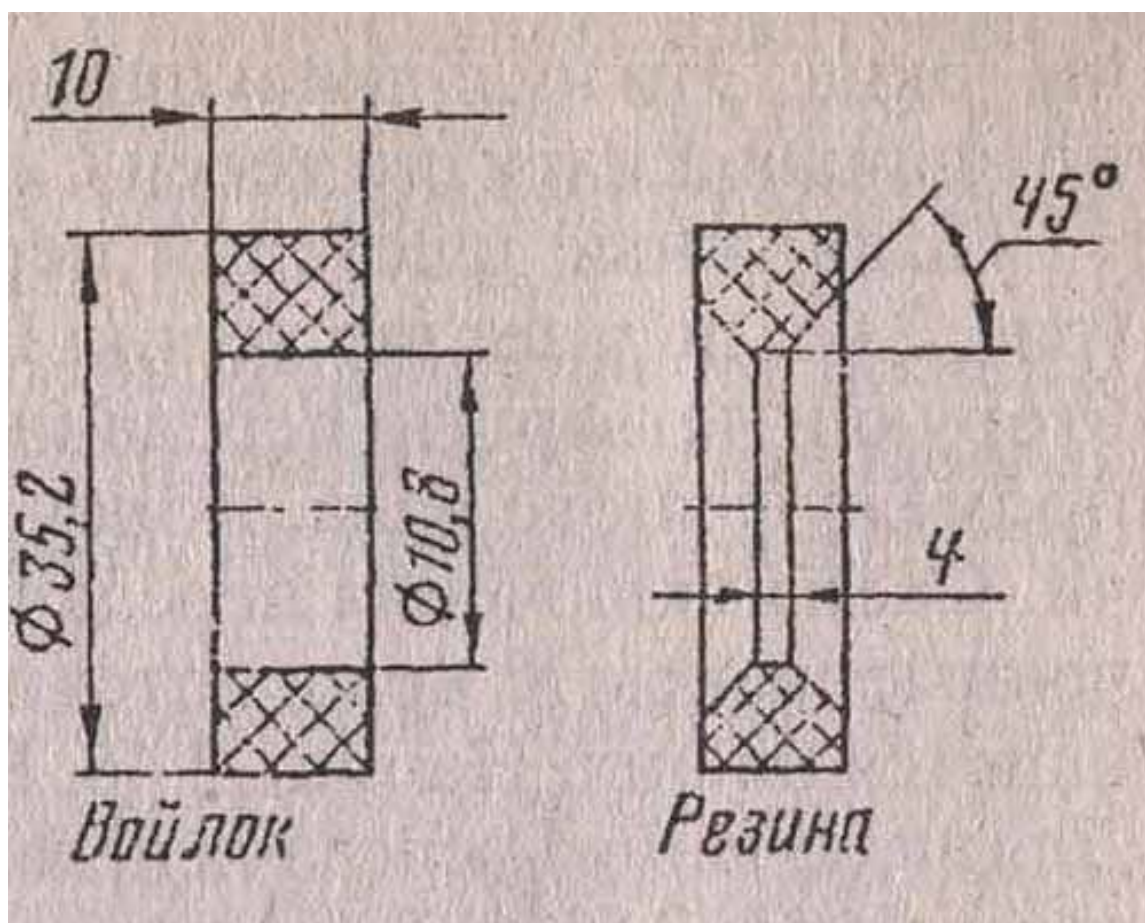

Рис. 2.44. Самодельный сальник кикстартера.
7. Течь масла через сальник кикстартера. Устраняется подтяжкой пружины сальника на 2 - 3 мм (тупой конец пружины можно укоротить на эту величину, отрезав его ножницами) или заменой сальника. В качестве временной меры можно рекомендовать установку самодельного резинового или войлочного сальника (рис. 2.44), при этом пространство под защитным колпачком следует заполнить тугоплавкой смазкой типа литол. Если же масло протекает между валом переключения передач и валом кикстартера, то обе поверхности следует обильно смазать литолом.